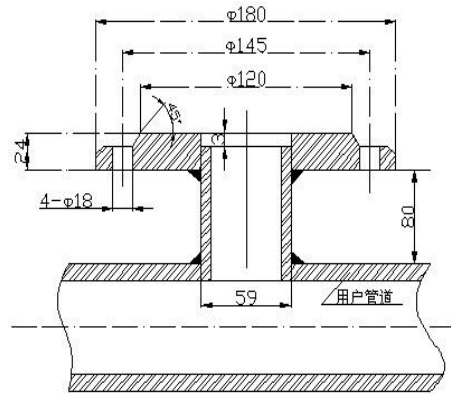

图3 安装底座的焊接
安装底座与被测管道的焊接如图3 所示。
- ② 安装底座图3管子的轴线与被测管道的轴线相互垂直。其夹角为 45° 。
- ② 采用不锈钢焊条平焊。焊后保证法兰端面与管轴线平行，焊缝牢固，能承受 1.6Mpa 压力无渗漏现象。
- ③ 被测管道开孔尺寸与安装底座的通孔外径一致。
7.4.3 按图3 所将DN50球阀安装到安装底座上。注意球阀的长空腔向上。检查球阀是否能全开全关。如有问题应进行修理。将压紧螺纹座、压紧螺母和橡胶密封圈安装到球阀上。松开定位螺钉和压紧螺母，将传感器插入插通过球阀插入被测管道。插入深度由6.4.4 计算，并由游标卡尺或钢卷尺测量，符合要求后，上紧压紧螺母和定位螺钉，同时应注意传感器方向标志插指向应和流体流向一致。